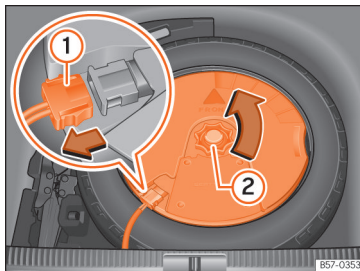

Abb. 223 Im Gepäckraum: Subwoofer ausbauen.
- Klemmen Sie das Subwoofer-Lautsprecher-Kabel ab »» **Abb. 223** ①.
- Drehen Sie das Befestigungshandrad entgegen dem Uhrzeigersinn heraus »» **Abb. 223** ②.